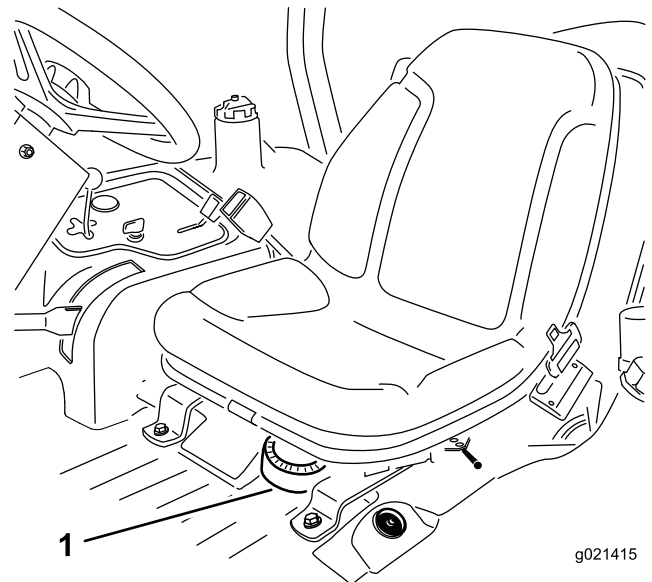

Figura 51
1. Retire el asiento de la unidad de tracción para acceder a la bomba de combustible (Figura 51).